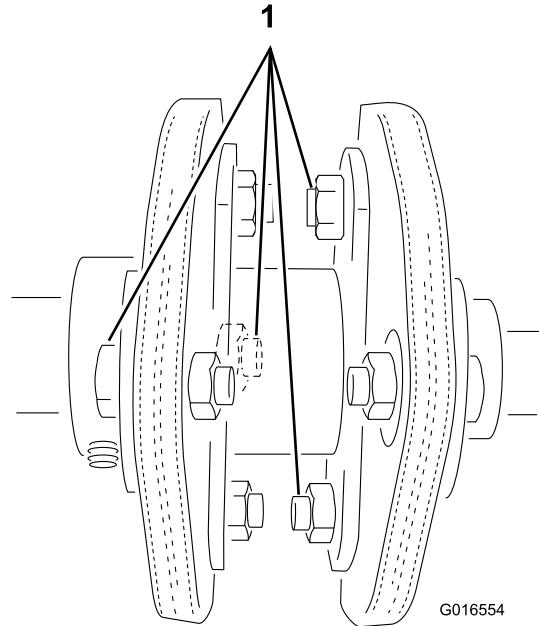

Figura 1
2. Retire os 4 parafusos, 4 espaçadores e 4 porcas mostrados em Figura 1 de forma a que um disco de borracha e o acoplador central permaneçam montados.